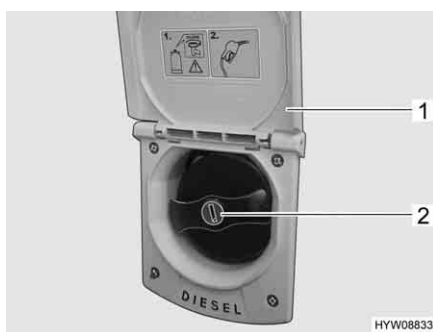

Fig. 35 Bocchettone di riempimento per il rifornimento di carburante
- Alzare lo sportello (Fig. 35,1) verso l'alto.
- Inserire la chiave nel cilindro della serratura (Fig. 35,2) e ruotare in senso antiorario.